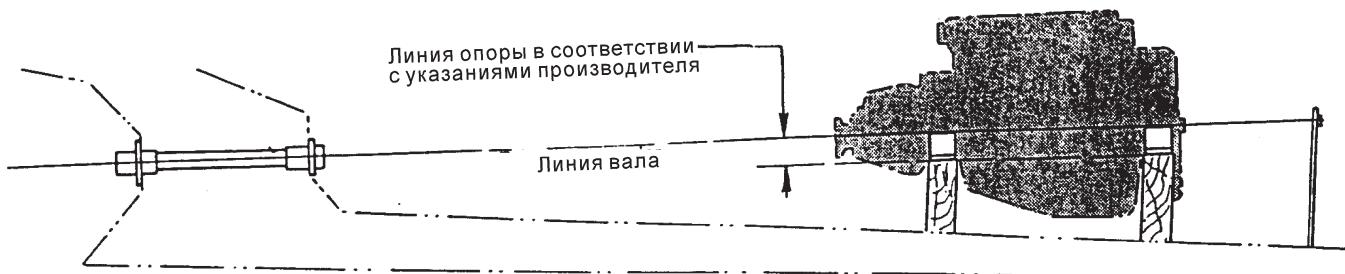

Рис. 3
3. Используйте линию вала (рис. 3) для проверки размеров фундамента двигателя (если он установлен) или для его конструирования, если его еще необходимо изготовить.